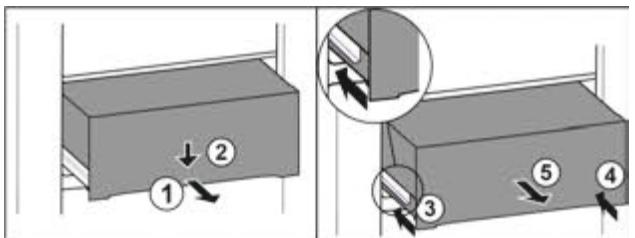

Fig. 64
- Витягніть ящик на половину. Fig. 64 (1)
- Спрямуйте висувний ящик вниз спереду. Fig. 64 (2)
- Вставте ліву рейку приблизно на 2 см. Fig. 64 (3)
- Вставте праву рейку приблизно на 2 см. Fig. 64 (4)
- Вийняти висувний ящик рухом вперед. Fig. 64 (5)